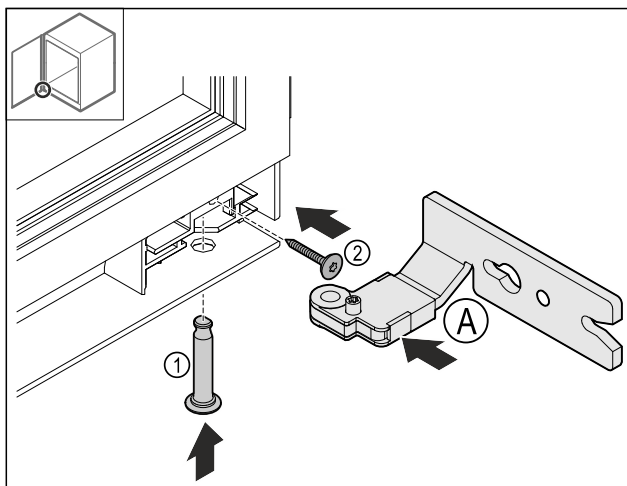

Fig. 23
- ▶ Поставете долната панта Fig. 23 (A).
- ▶ Вкарайте и задръжте болта Fig. 23 (1).
- ▶ Затегнете винта Fig. 23 (2).